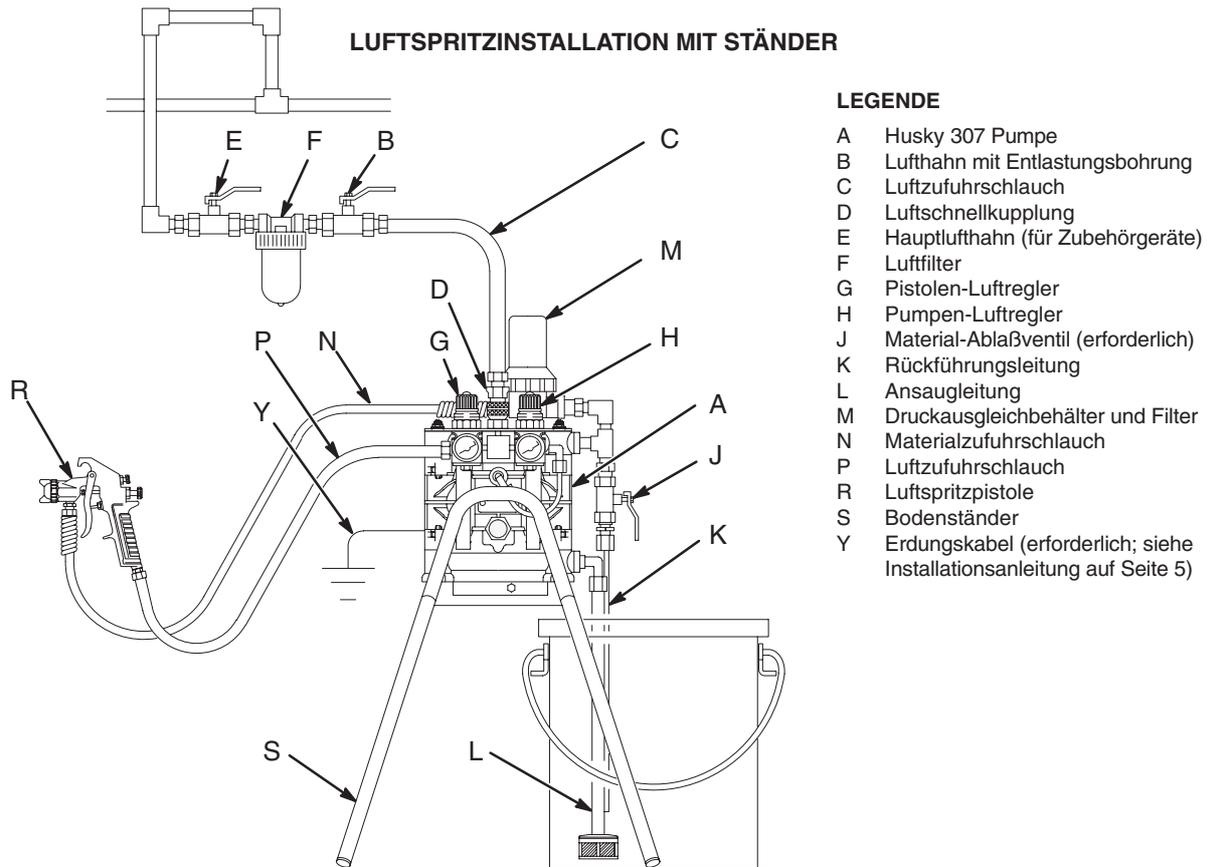
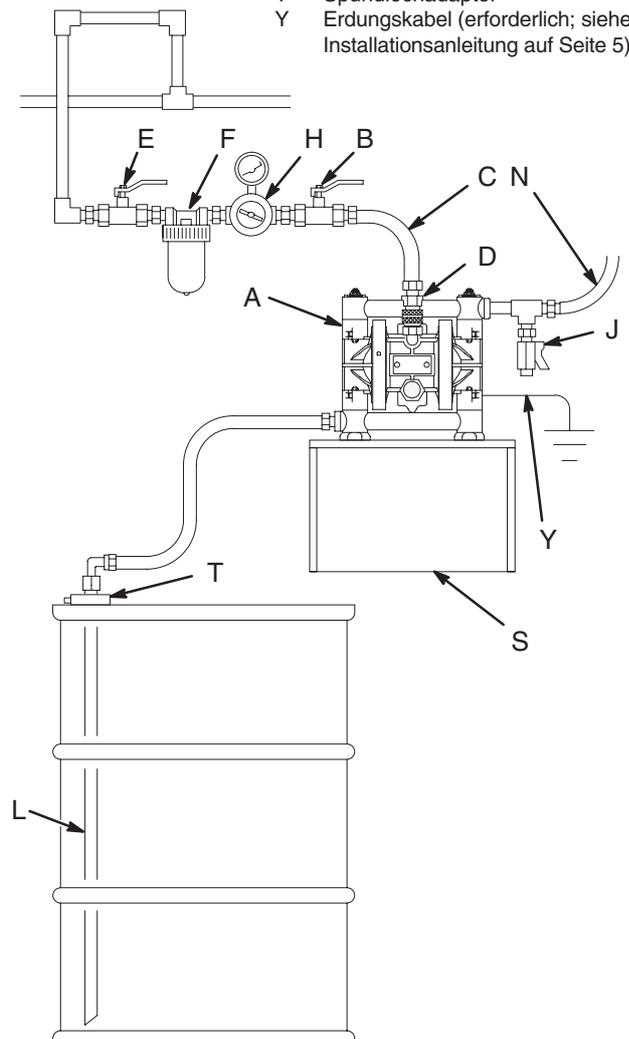

Abb. 4
Abb. 7
- Die in den Abb. 4 bis 7 gezeigten typischen Installationen stellen nur eine Richtlinie für Auswahl und Einbau von Anlagenbauteilen dar. Zur Planung von Systemen, die auf Ihre Bedürfnisse ausgerichtet sind, nehmen Sie bitte mit Ihrem Graco-Händler Kontakt auf.
- Die Husky 307 Pumpe kann in vielen verschiedenen Installationen verwendet werden, von denen einige in den Abb. 4 bis 7 dargestellt sind. Zum Anpassen der Pumpe an ein vorhandenes System können verschiedene Sätze bestellt werden. Siehe Produktdatenblatt für die Pumpe, Datenblattnummer 305528 (Acetalpumpen) oder 305543 (Polypropylenpumpen).
Werden leitende, brennbare Flüssigkeiten gefördert, muß das gesamte Materialsystem **immer** geerdet sein. Dazu muß das Materialsystem elektrisch mit einer guten Erde verbunden sein (siehe Abb. 4 bis Abb. 7). **Niemals** eine Polypropylen-Pumpe mit elektrisch nicht leitenden, brennbaren Materialien verwenden.
In der Anlage ist ein Lufthahn mit Entlastungsbohrung (B) erforderlich, um Luft abzulassen, die sich zwischen diesem Hahn und der Pumpe angesammelt hat. Siehe Abb. 4 bis Abb. 7. Angesammelte Luft kann zu unerwartetem Anlaufen der Pumpe führen, was schwere Verletzungen zur Folge haben könnte, einschließlich Spritzern in die Augen oder auf die Haut, Verletzungen durch bewegliche Teile oder Vergiftung durch gefährliche Materialien.
- Die Zubehörteile der Luftleitung wie in Abb. 4 bis Abb. 7 dargestellt installieren. Diese Zubehörteile an der Wand oder an einer Halterung befestigen. Sicherstellen, daß die Luftzuleitung zu den Zubehörgeräten geerdet ist.
Es ist ein Materialablaßventil (J) erforderlich, um den Schlauch im angeschlossenen Zustand druckentlasten. Siehe Abb. 4 bis Abb. 7. Das Ablaßventil vermindert das Risiko schwerer Verletzungen beim Druckentlasten, einschließlich Spritzern in die Augen oder auf die Haut oder Vergiftung durch gefährliche Materialien. Das Ventil in der Nähe der Materialauslaßöffnung an der Pumpe einbauen.
### ABLUFTFÜHRUNG (Untergetauchte Installation dargestellt) Siehe Abb. 4 für Zubehörteile